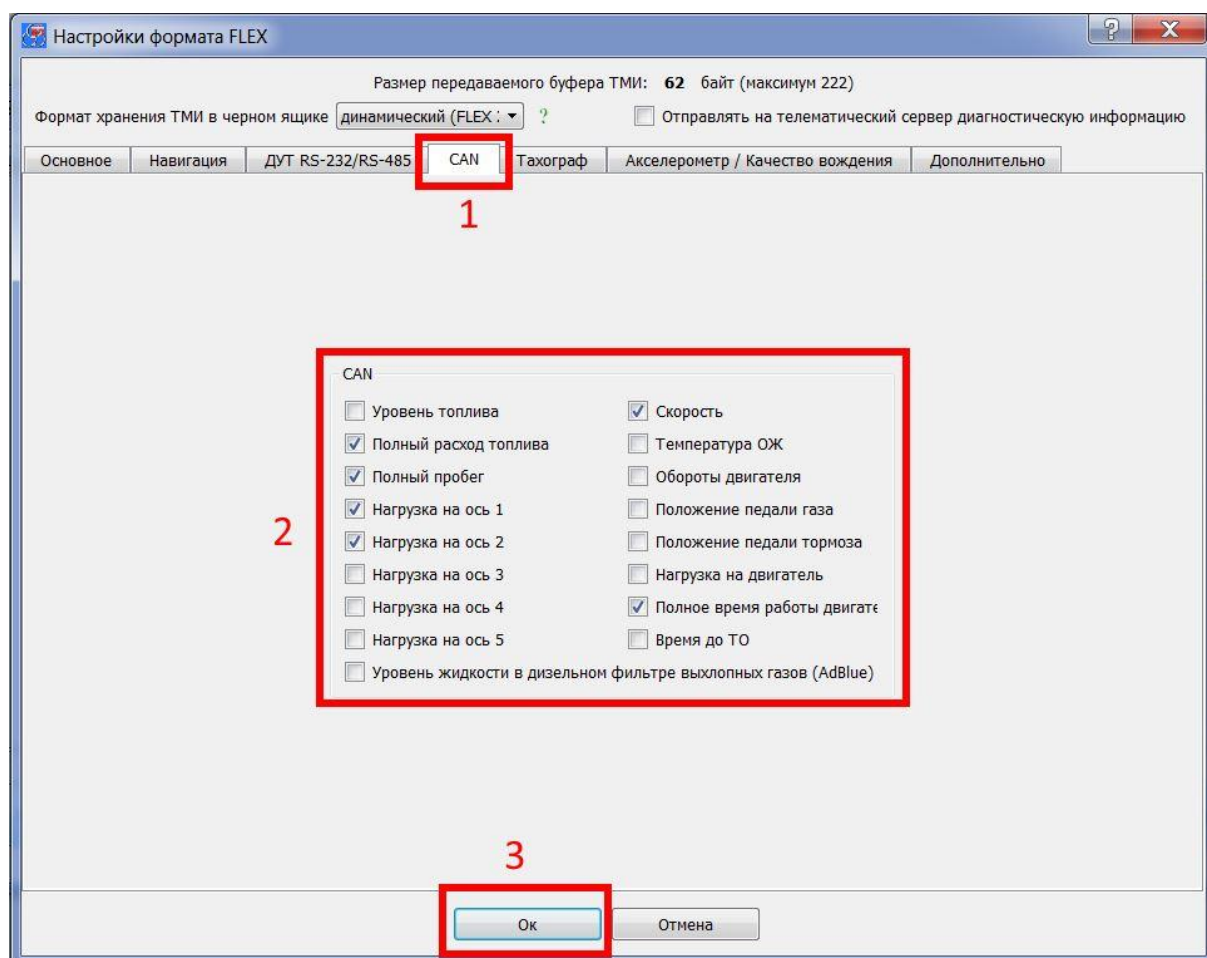

Рисунок 6
- Далее конфигуратор откроет окно «Настройки формата FLEX» (рисунок 6).